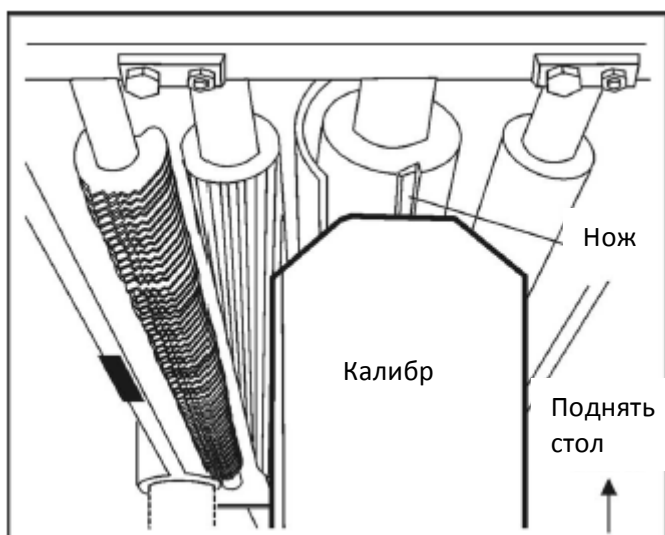

Рис. 18
2. Поставить калибр (рис. 18) на рабочий стол непосредственно под кромку ножа, как показано на рисунке. Обеспечить лёгкий контакт незначительным поднятием стола.